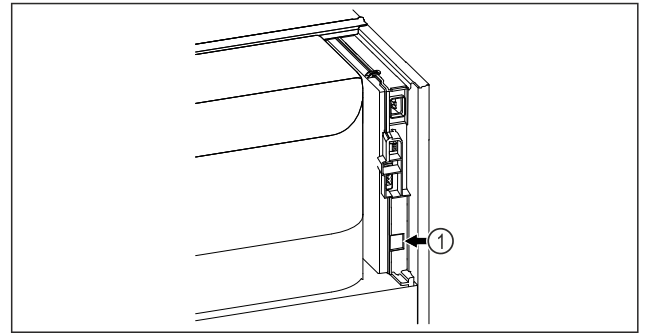

Fig. 179
- SmartModule Fig. 179 (1) je nasadený.